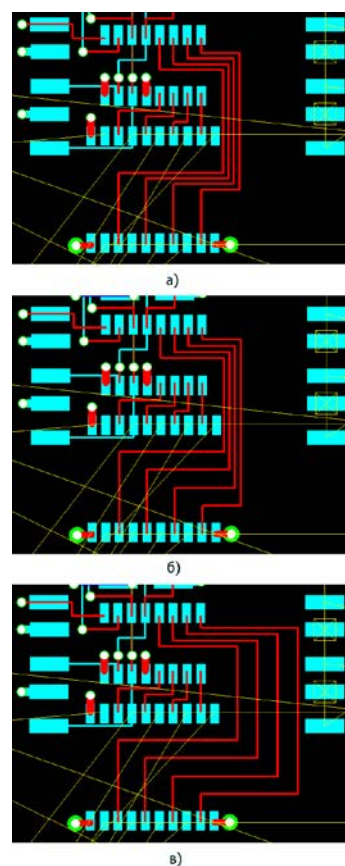

Рис. 23. Работа инструмента Equispace.
3. С помощью мыши зададим окно охвата таким образом, чтобы на экране оптимально отображался правый верхний угол платы с предварительно разведенными на слое Component проводниками (рис. 23а).
Система автоматически раздвинет горизонтальные сегменты проводников, так чтобы зазор между ними по вертикали был максимально возможным, насколько хватает свободного места (рис. 23б). Обратите внимание, что перемещение сегментов не вызвало изменения длин указанных проводников.
Теперь система автоматически раздвинет не только горизонтальные, но и вертикальные сегменты проводников на максимально возможное расстояние (рис. 23в).